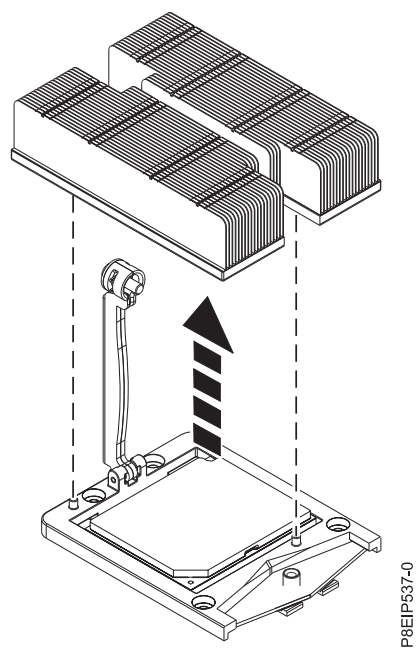

図 35. ヒート・シンクの取り外し
4. ヒート・シンクをつかみ、示されているように、まっすぐ上に持ち上げて取り外します (図 35 を参照)。